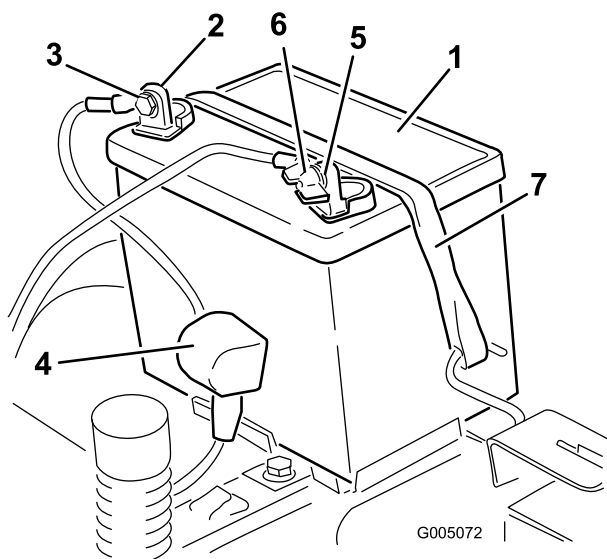

Figura 30
4. Staccate il cavo negativo (nero) di terra dal polo della batteria (Figura 30). Conservate tutti i dispositivi di fermo.
- Infilate il cappuccio di gomma sul cavo positivo (rosso) della batteria. Staccate il cavo positivo (rosso) dal polo della batteria (Figura 30). Conservate tutti i dispositivi di fermo.
- Togliete il dispositivo di fissaggio della batteria (Figura 30) e togliete la batteria dal vassoio.
- Posizionate la batteria sul vassoio con i poli dei morsetti rivolti verso la posizione di guida (Figura 30).
- Fissate la batteria con l'apposito dispositivo (Figura 30).